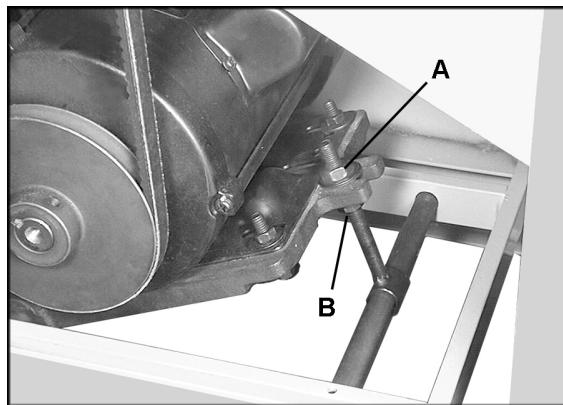

Рис. 13
4. Чтобы увеличить натяжение приводного ремня, ослабьте нижнюю шестигранную гайку (В, Рис. 13) с помощью 17 мм гаечного ключа и затяните верхнюю шестигранную гайку (А, Рис. 13). По завершении снова затяните нижнюю гайку (В, Рис. 13).
3. Ослабьте верхнюю шестигранную гайку (A, Рис. 13) на подмоторной плате и поднимите двигатель, чтобы создать провисание приводного ремня. Снимите приводной ремень с обоих шкивов.